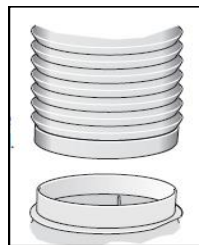

图. 6
链接 (图. 6 & 6.1)
- 把 $\varnothing 150\text{mm}$ 管直接装到出风口, 并紧固(图. 6).